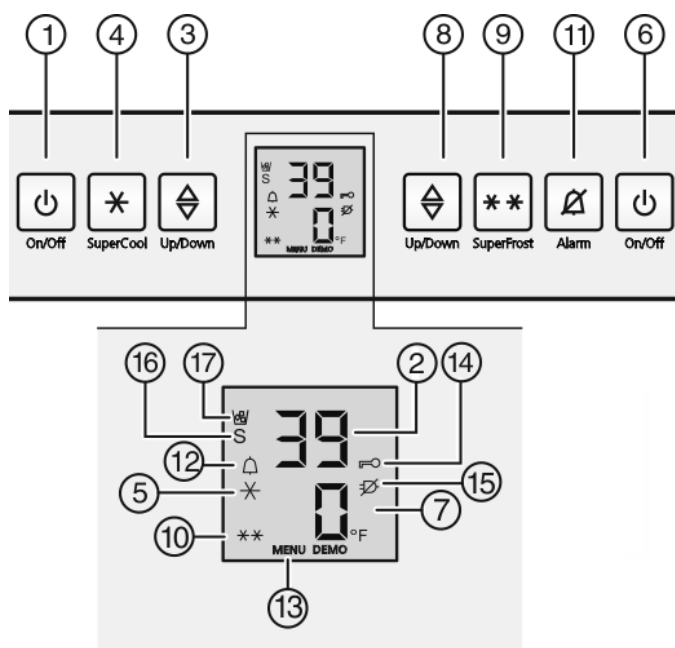

Fig. 3
- ▶ Appuyer sur la touche On/Off du compartiment congélateur Fig. 3 (6).
- ▶ Appuyer sur la touche On/Off du compartiment réfrigérateur Fig. 3 (1).
- ▶ Activer le mode de réglage : appuyer sur la touche SuperFrost Fig. 3 (9) pendant env. 5 s.
- ▷ Le symbole Menu Fig. 3 (13) luit.
- ▶ Sélectionner ° à l'aide de la touche de réglage du compartiment congélateur Fig. 3 (8).
- ▶ Confirmer : enfoncer brièvement la touche SuperFrost Fig. 3 (9).
- ▶ Sélectionner °F ou °C à l'aide de la touche de réglage compartiment congélateur Fig. 3 (8).
- ▶ Quitter le mode de réglage : Appuyer sur la touche On/Off du congélateur Fig. 3 (6).
- ▶ Activer le mode de réglage : appuyer sur la touche SuperFrost Fig. 3 (9) pendant env. 5 secondes.
- ▷ Le symbole Menu Fig. 3 (13) apparaît dans l'affichage.
- ▶ Sélectionner c à l'aide de la touche de réglage du compartiment congélateur Fig. 3 (8).
- ▶ Confirmez en appuyant brièvement sur la touche SuperFrost Fig. 3 (9).
- ▷ Le symbole Sécurité enfants Fig. 3 (14) s'allume dans l'affichage.
- ▶ Appuyer brièvement sur la touche On/Off du compartiment congélateur Fig. 3 (6).
- ▷ Le symbole Sécurité enfants Fig. 3 (14) s'éteint.
- ▶ Appuyer sur la touche Alarme Fig. 3 (11).
L'affichage de la température clignote en même temps que le symbole Alarme Fig. 3 (12).